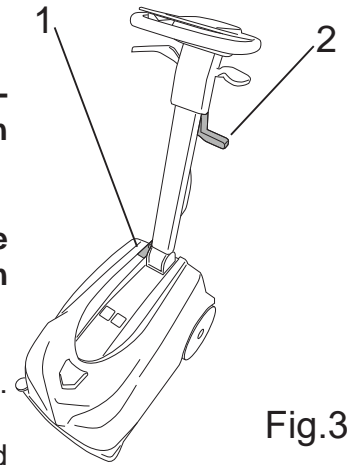

Fig.3
- Schakel de machine uit met de hoofdschakelaar (Fig.3-Ref.1).
- Breng het zuigrubber omhoog met behulp van de hendel (Fig. 3-Ref.2).